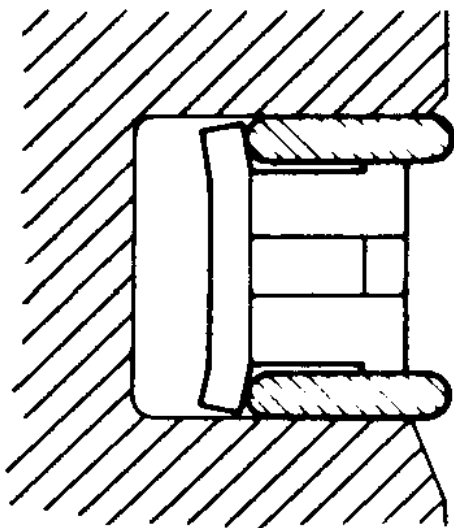
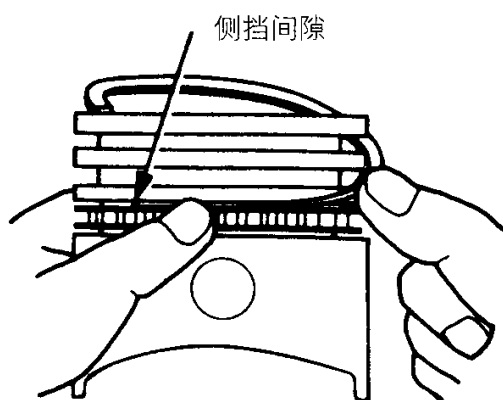

图 2-92 将油环撑挡装入活塞环槽
图 2-93 安装上下侧挡
(2) 安装油环时，如图 2-92 所示，将油环撑挡装入活塞环槽中。如图 2-93 所示，安装上侧挡时，先将侧挡的一端装入活塞环槽，然后用手指将另一端压入到规定位置，注意不能像安装活塞气环时用活塞环扩张器撑开侧挡开口，这样会折断侧挡。用相同的方法安装下侧挡。检查确认侧挡在任何方向都活动灵活而平稳。注意侧挡和撑档可以两种方向进行安装。